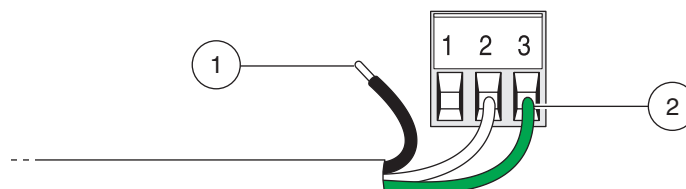

Рисунок 14 Правильная подготовка провода и установка
1. Снимите внешнюю изоляцию с каждого провода на 0,25 дюйма. См. Рисунок 14 на стр. 27.
2. Снимите внешнюю изоляцию с каждого провода на 0,25 дюйма. См. Рисунок 14.
4. Вставьте концы проводов в разъем так, чтобы изоляция упиралась в него. См. Рисунок 14. (Не размещайте изоляцию в зажимных контактах).
3. Снимите внешнюю изоляцию с каждого провода на 0,25 дюйма. См. Рисунок 14.
6. Вставьте концы провода в разъем (см. таблицу ниже) до тех пор, пока изоляция не будет плотно примыкать к клемме как показано на Рисунок 14. (Не размещайте изоляцию в зажимных контактах).